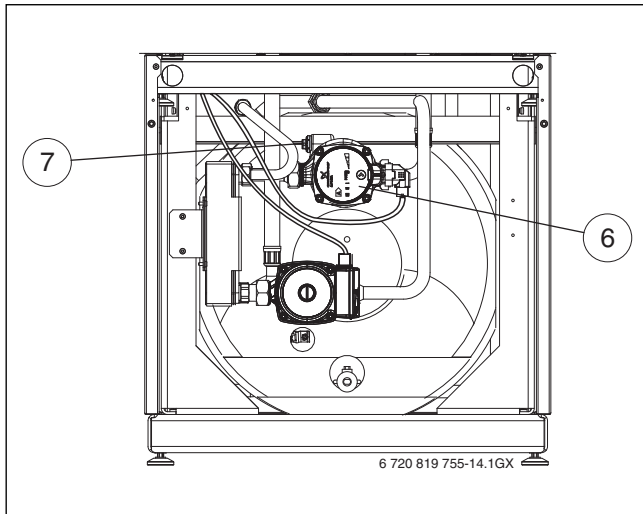

Fig. 20
- ▶ réaliser une purge sur la pompe de charge sanitaire (→ [6], fig. 20) à l'aide du purgeur manuel (→ [7], fig. 20) (utiliser la clé fournie).
- ▶ Puis réaliser une nouvelle fois la purge sur la pompe de charge sanitaire (→ [6], fig. 20) à l'aide du purgeur manuel (→ [7], fig. 20) jusqu'à évacuation totale de l'air de l'installation.